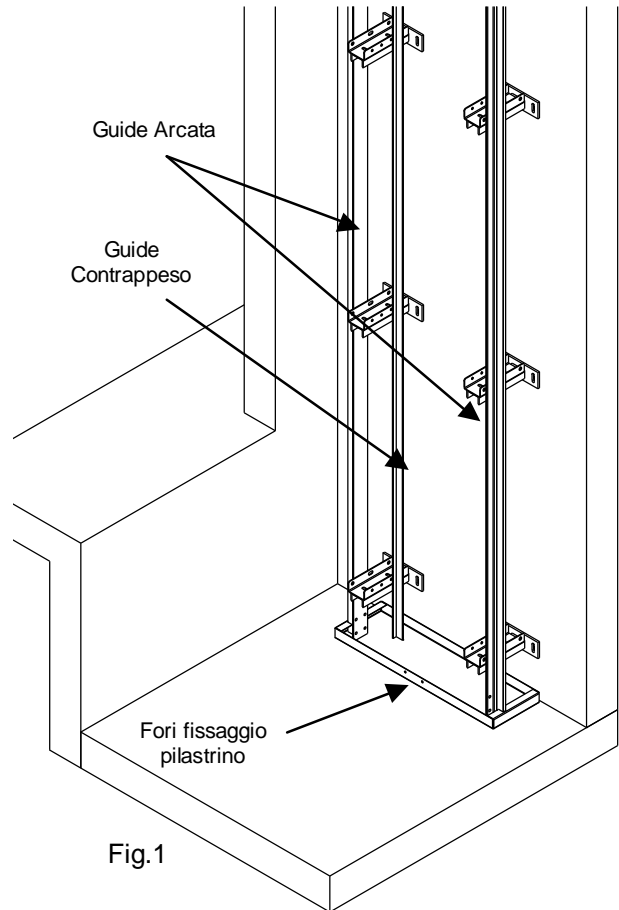

Fig.1
- Forare il muro ed installare staffe e controstaffe partendo dal basso (**fig. 1**)